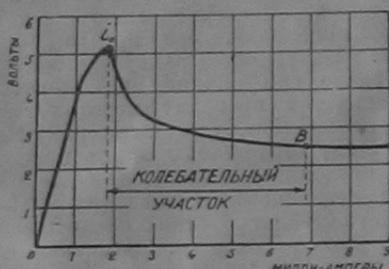

Рис. 1. Характеристика детектора
Рис. 1 показывает, чем отличается характер волн, излучаемых искровой
сигнала (—); телеграфист при этом два раза нажимает свой ключ: один раз на короткое мгновение, другой раз на более продолжительный промежуток времени. В верхней части рис. 1 показано, какой "вид" имеют волны, излучаемые при этом искровой станцией.
1) Лица, умеющие разбираться в графиках и имеющие достаточные познания в электротехнике, могут все это уяснить себе из рис. 1, где дана характеристика контакта цинкит—сталь. На участке  $i_0 B$  увеличение напряжения соответствует увеличению тока—здесь контакт обладает положительным сопротивлением. На участке  $i_0 B$  — характеристика падающая — здесь сопротивление отрицательно и тем больше, чем круче ее падение (ибо величина  $\frac{dP}{di}$  на этом участке отрицательно).